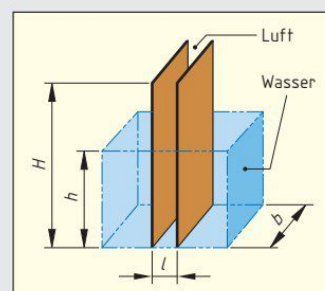

Bild 2: Füllstandsmessung
7. Zur Füllstandsmessung in einem Wasserbehälter (**Bild 2**) wird das Prinzip eines Plattenkondensators verwendet. Die Höhe der Kondensatorplatte beträgt $H = 2,2 \text{ m}$, die Breite $b = 5 \text{ cm}$. Der Plattenabstand ist $l = 4 \text{ mm}$. Wasser hat die Permittivitätszahl $\epsilon_r = 80$.